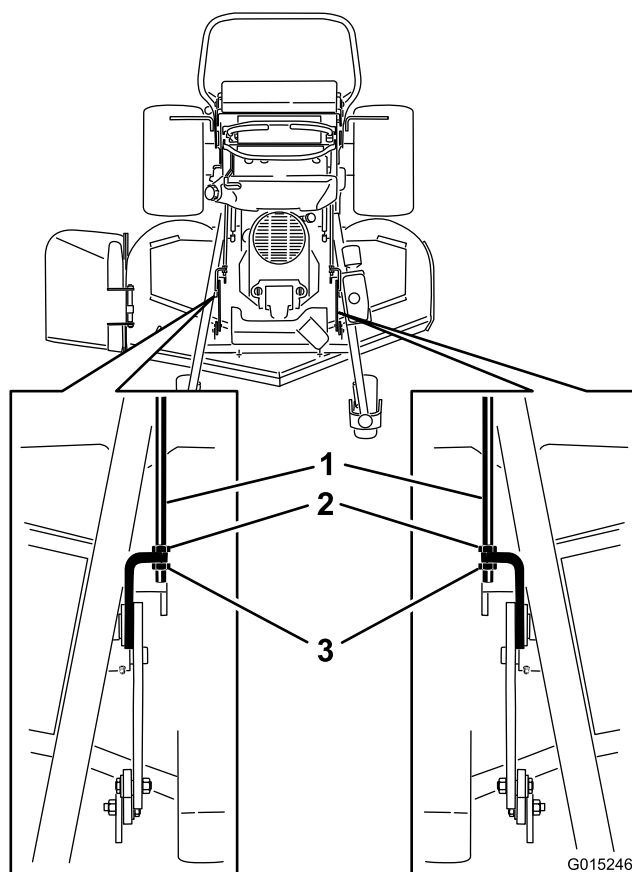

Figura 94
2. Para carcasas de corte de 122 y 132 cm (48 y 52 pulgadas), afloje las tuercas delanteras y traseras de las varillas de ajuste (Figura 94).
4. El peso de la carcasa del cortacésped debe descansar sobre los tres listones de madera (Figura 94). El reborde trasero de la carcasa del cortacésped está diseñada para estar 6 mm (1/4 pulgada) más bajo que el reborde delantero de la carcasa.
8. Si las dimensiones no son correctas, ajuste las tuercas delanteras y traseras en cada lado hasta obtener la inclinación longitudinal correcta (Figura 94).